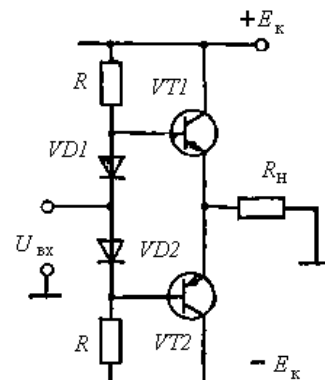

Рис. 3.8
2. Определить ток базы покоя каждого транзистора в усилителе мощности (рис. 3.8) при $U_{\text{вх}} = 0$, если падение напряжения на диодах VD1 и VD2 $U_d = 0,5$ В. На вольтамперной характеристике диода напряжению 0,5 В соответствует ток через диод $I_d = 3,2$ мА. Напряжение источника питания $\pm E_k = 9$ В. Сопротивление резисторов $R = 2,5$ кОм.
3. Определить величину напряжения на нагрузке в схеме усилителя мощности (рис. 3.8), если на вход поступает
4. Найти допустимый ток транзистора в схеме усилителя мощности (рис. 3.8) при подаче на вход напряжения $U_{вх} = 6$ В. Сопротивление нагрузки $R_n = 10$ Ом. Падением напряжения на диоде $VD1$ и переходе база-эмиттер транзистора пренебречь.